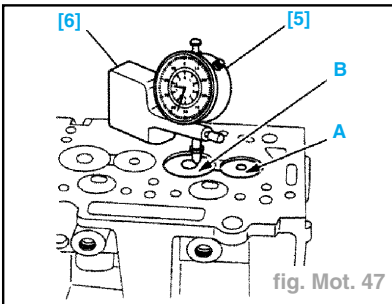

fig. Mot. 47
- Contrôler le retrait des soupapes par rapport au plan de joint de culasse (fig. Mot. 47).
- (A) échappement (mm) **1,22 ± 0,1**
- (B) admission (mm) **1,02 ± 0,1**